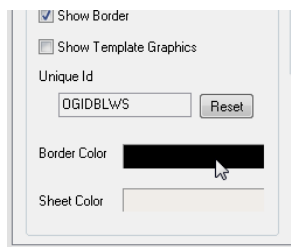
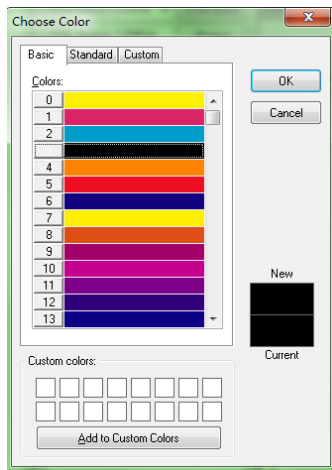

图 2.17
图 2.18
**Step 8** 单击 Border Color(板的颜色)或 Sheet Color(方块电路颜色)的颜色框, 如图 2.17 所示, 则会打开如图 2.18 所示的 Choose Color(选择颜色)对话框。在该对话框中, 提供了 3 种颜色设置方式, 即 Basic(基本)、Standard(标准)和 Custom(自定义)。单击选定的某一颜色, 会在 New(新建)栏中进行相应的显示, 确认后, 单击 OK(确定)按钮即可完成设置。这里我们采用系统的默认设置即可。